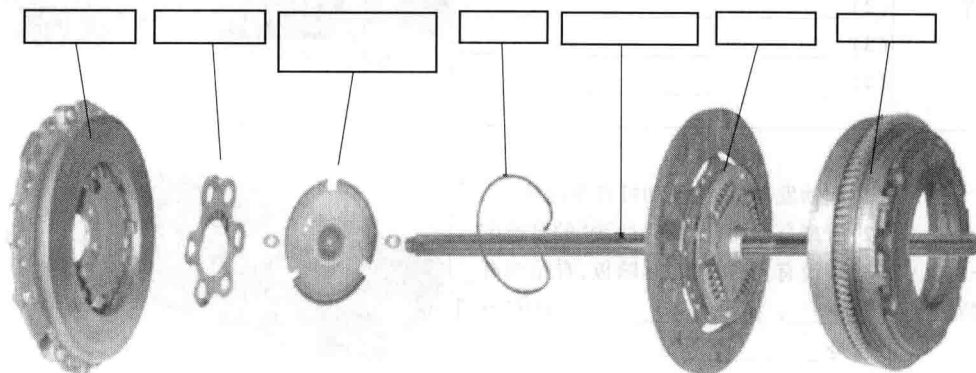

图 1-19 离合器的结构
(5) 识别离合器系统的部件,并写出图 1-19 中的各个部件的名称。